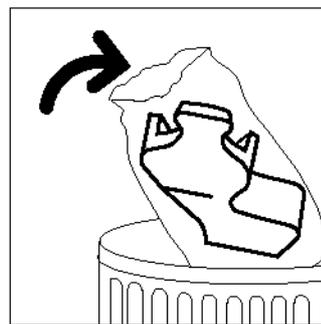

Fig. 24: Smaltimento del vecchio contenitore di raccolta del developer usato
- 7** Mettere il contenitore in un sacchetto di plastica, come illustrato in Fig. 24, ed eliminarlo in conformità con i regolamenti locali.